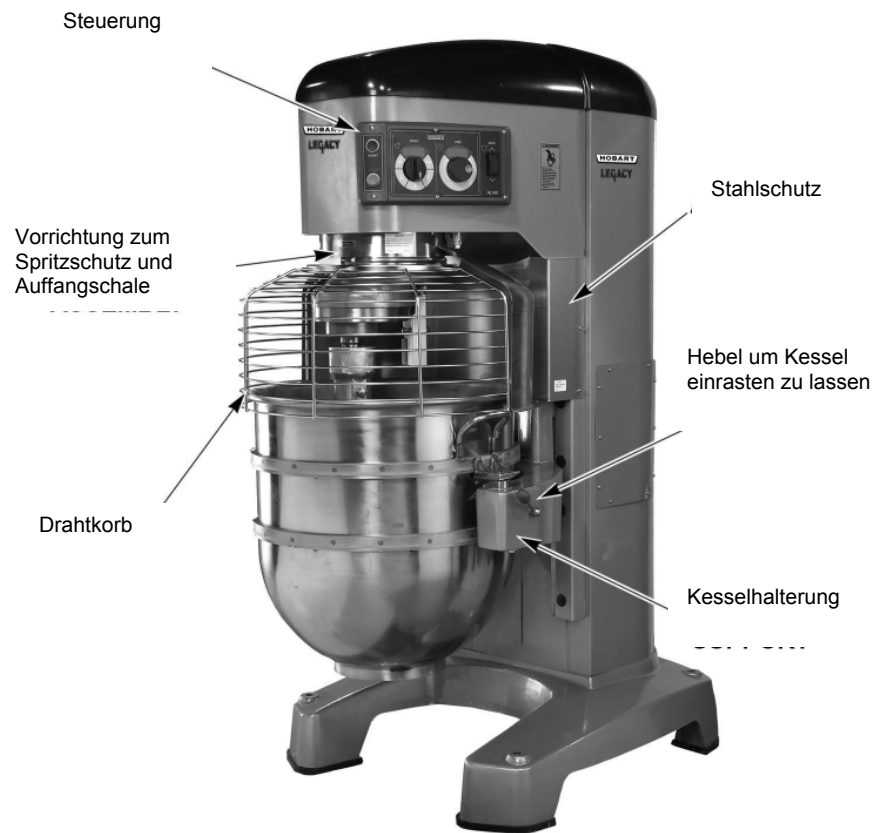

Abb. 1.
- Schrauben Sie den Messstab mit einem 3/8" (9,5 mm) Innensechskantschlüssel ab und überprüfen Sie den Ölstand. Dieser muss sich zwischen den beiden Einlaufspuren des Messstabes befinden. Sehen Sie sich hierzu bitte auch die Abbildung 1 an, um die richtige Positionierung des Messstabes zu ermitteln.
Die Legacy™-Rührmaschine ist mit einem Smart™ Zeitregler sowie einer Kesselhebefunktion ausgestattet. Die anderen Bedienungselemente sowie ihre jeweiligen Funktionen (Abbildung 1, Seite 97) werden nachfolgend in diesem Kapitel erläutert.